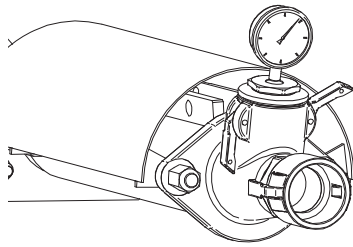

Fig. 2
**!** - Descargar siempre la presión antes de desconectar las mangueras, haciendo girar el tornillo excéntrico en sentido contrario durante algunos segundos: el manómetro (Fig. 2) debe indicar una presión de 0 bar.
Antes de remolcar la máquina, retirar el medidor de presión (Fig. 2), posicionar correctamente el timón de modo que la conexión, con máquina horizontal y último elemento del timón horizontal, quede a la altura del gancho de remolque, apretar correctamente los diferentes elementos del timón (Fig. 3), enganchar el cable de seguridad, enganchar el cable de los faros, posicionar correctamente, después de haber elevado y bloqueado con perno de seguridad la mezcladora (Fig. 1, Ref. 21), la barra anticiclista (Fig. 1, Ref. 9), elevar y bloquear las patas estabilizadoras, controlar la presión de inflado de los neumáticos y el funcionamiento de los diferentes dispositivos luminosos, verificar que no hayan quedado en la máquina elementos de la revocadora ni otros tipos de materiales (tamiz, bolsas de material, tubos, herramientas, etc.), en general verificar que la máquina se encuentre en orden.